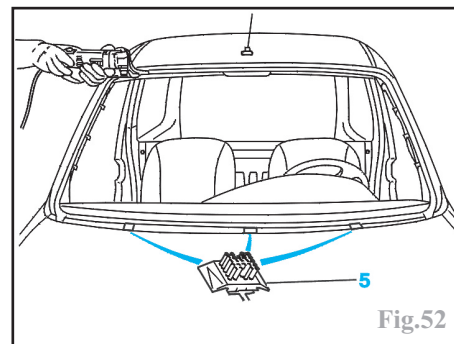

Fig.52
-poser les 3 cales à picots (5) (Fig.52).